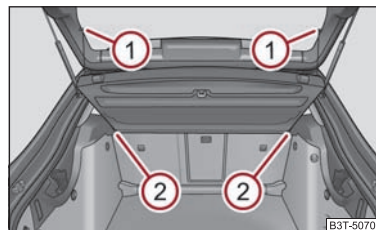

Fig. 83 Desmontaje de la cubierta del maletero
- Desenganchar las cintas de sujeción ① ⇒ fig. 83.
- Extraiga la cubierta de la fijación ② horizontalmente hacia atrás.
- Para volver a efectuar el montaje, introducir primero la cubierta del maletero en la fijación ② y, a continuación, enganchar las cintas de sujeción ① en la tapa de maletero.